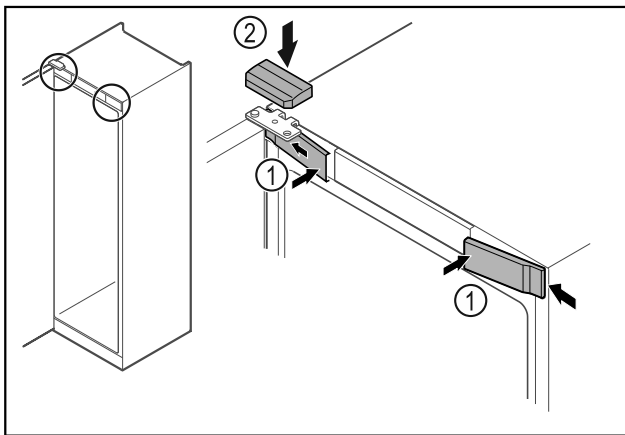

Fig. 67
- ▶ Skyv de fremre dekslene Fig. 67 (1) inn på siden, og smekk dem på plass.
- ▶ Smekk det øvre dekselet Fig. 67 (2) på plass ovenfra.